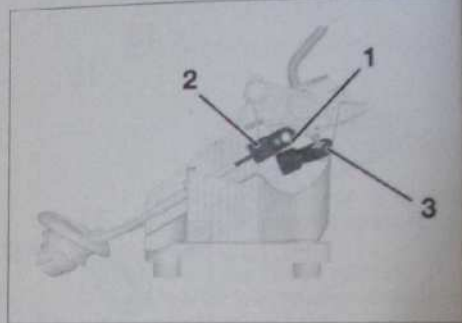

Fig. 13
- l'agrafe (1) (Fig.13).
- la bride de câble de sélection de vitesses (2),
- la rotule (3) à l'aide d'une pince à becs.